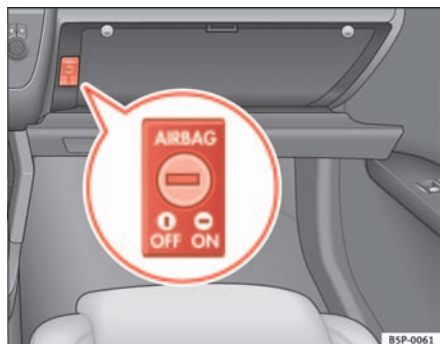

Fig. 26 En la guantera: conmutador con llave para activar y desactivar el airbag del acompañante
- Utilizando la llave de encendido, gire el interruptor de llave del interior de la guantera hasta la posición **OFF** ⇒ fig. 26.
- Utilizando la llave de encendido, gire el interruptor de llave de la guantera hasta la posición **ON** ⇒ fig. 26.